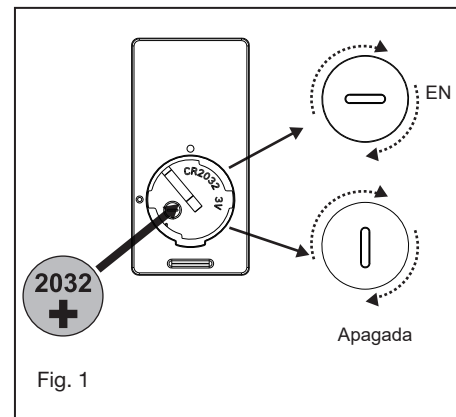

Fig. 1
1. Inserte el receptor en el soporte de montaje en el techo con el lado plano del receptor mirando hacia el techo. (Fig. 1) Para un mejor rendimiento, asegúrese de que la antena negra y la antena WIFI, en el extremo del receptor, permanezcan extendidas y no enredadas con ninguno de los cables eléctricos.
Retire el panel del transmisor y luego instale una batería 2032 (incluida). Necesita usar una moneda para abrir o cerrar la tapa de la batería. Para evitar daños al transmisor, retire la batería si no se usa durante períodos prolongados (Fig.1)